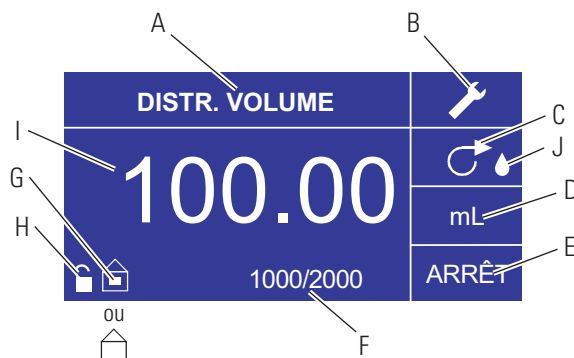

Figure 3-10. Ecran du Mode distribution de volume
6. **Réglage de la Durée d'arrêt de la pompe** : Utiliser le pavé directionnel et la touche ENTRÉE pour sélectionner ARRÊT sur l'affichage (voir position E, Figure 3-10) afin de saisir la DURÉE D'ARRÊT. Utiliser le pavé directionnel et la touche ENTRÉE pour régler le réglage de la durée d'arrêt de la pompe. Le minuteur au centre de l'écran apparaît en surbrillance, et l'utilisation des flèches VERS LE HAUT/VERS LE BAS permet d'augmenter/de diminuer le chiffre le plus à droite de l'intervalle de temps. Si l'on appuie une seconde fois sur ENTRÉE alors que le minuteur est en surbrillance, on peut naviguer d'un chiffre à l'autre à l'aide des flèches VERS LE HAUT/VERS LE BAS; pour changer de chiffre, utiliser les flèches GAUCHE/DROITE. Après avoir sélectionné un temps d'ARRÊT optimal, appuyer de nouveau sur ENTRÉE pour valider. L'entraînement s'arrêtera maintenant pendant la durée inscrite au centre de l'écran. **REMARQUE** : Si la Durée d'arrêt est réglée sur 00:00:00, il est alors nécessaire d'appuyer sur **la touche** MARCHÉ/ARRÊT du pavé numérique ou du connecteur E/S à distance pour que l'entraînement commence la distribution suivante.
7. **Réglage de la taille du lot :** Utiliser le pavé directionnel et la touche ENTRÉE pour sélectionner l'icône Compte de lot à partir du menu de fonctionnement (voir position F, Figure 3-10). Sur l'écran Compte de lot, utiliser les flèches VERS LE HAUT/VERS LE BAS pour sélectionner la taille du lot. Appuyer sur ENTRÉE pour valider la taille du lot. Si le réglage indique zéro (0), l'entraînement fonctionne pendant un nombre infini de cycle et le symbole ∞ est affiché. Sélectionner QUIT. pour revenir à l'écran de fonctionnement de l'entraînement.
9. **Réinitialisation du compte de lot :** Utiliser le pavé directionnel et la touche ENTRÉE pour sélectionner l'icône Compte de lot (voir position F, Figure 3-10). Sur l'écran COMPTE DE LOT, sélectionner RÉINITIAL. et appuyer sur la touche ENTRÉE pour réinitialiser le compte de lots. Sélectionner QUIT. pour revenir à l'écran de fonctionnement du MODE REPETER.